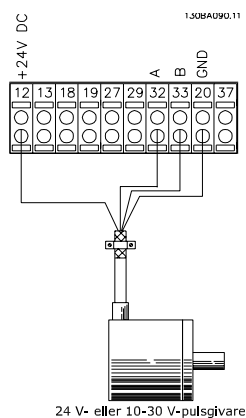

Bild 3.7 Kopplingsschema
1. Verifiera att pulsgivarens anslutningar har gjorts enligt *Bild 3.7*: